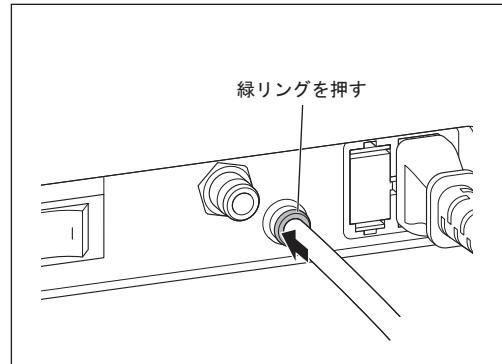

図11
- 4) 注水チューブコネクタから注水チューブを取り外すときは、緑リングをコントロールユニット側へ押しながら注水チューブを引き抜きます（図11）。